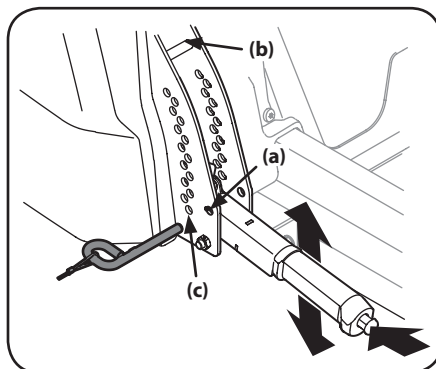

Figure 4-15
- a. Placez le levier de relevage du plateau de coupe à la position de démontage et d'installation (a) pour relever le plateau de coupe. Voir Figure 4-15.
- d. Abaissez le plateau de coupe à la position de démontage / d'installation du plateau de coupe (a) à l'aide du levier de relevage. Voir Figure 4-15.
- e. Abaissez le plateau de coupe à la position de démontage / d'installation du plateau de coupe (a) à l'aide du levier de relevage. Voir Figure 4-15.
1. Placez le levier de relevage du plateau de coupe à la plus haute position de coupe (b). Voir Figure 4-15.